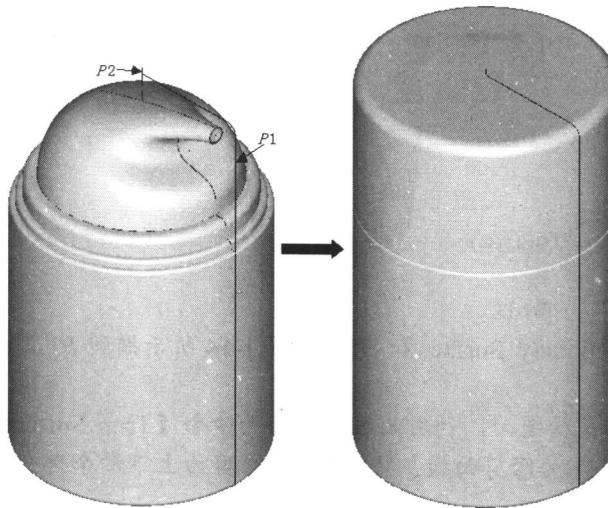

图1-10
3. 利用旋转曲面命令【Create Revolved Surfaces】，选择如图1-10所示旋转截面P1和旋转中心轴P2产生旋转曲面。